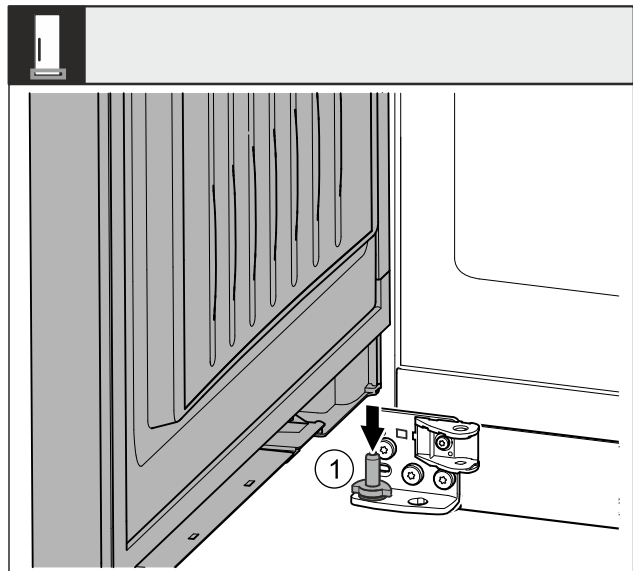

Fig. 43 *
- Tür von oben auf den unteren Lagerbolzen Fig. 43 (1) aufsetzen.*